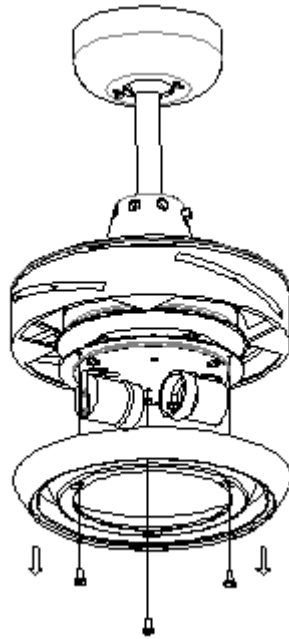

Figure 4
2. Svitare le viti dal pannello della luce e staccarlo. Fig. 4